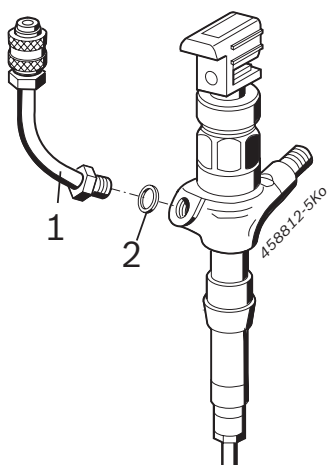

Fig. 2: Tubo flexible
1. Enroscar el tubo flexible 1 680 712 368 (fig. 2, pos. 1) con la junta plana (fig. 2, pos. 2) en el orificio de retorno del CRI Piezo Denso y apretarlo.